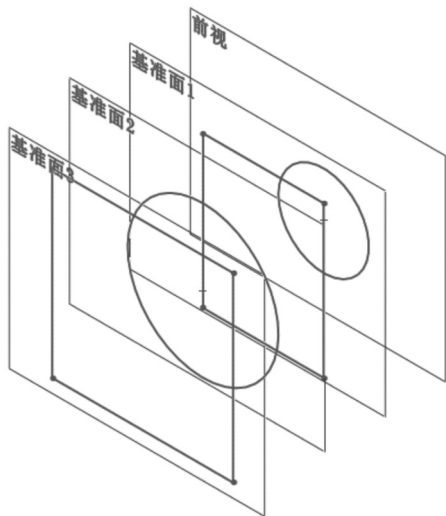

图 4-20 4 个基准面上分别绘制草图
- [3] 在 4 个基准面上分别绘制草图，如图 4-20 所示。